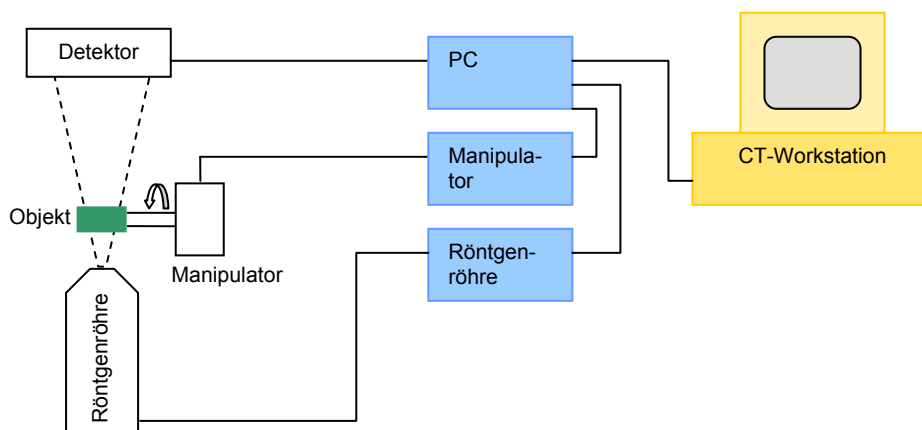

Abbildung 4: Schematische Darstellung eines Röntgeninspektionssystems mit CT-Einheit
Neben der einfachen Durchstrahlungsprüfung gewinnt in der Industrie zunehmend eine Methode an Bedeutung, die schon seit längerer Zeit in der Medizin eingesetzt wird. Bei der Computertomographie (CT) wird das Prüfobjekt im Röntgenstrahlengang schrittweise um 360 Grad gedreht (siehe Abbildung 4).